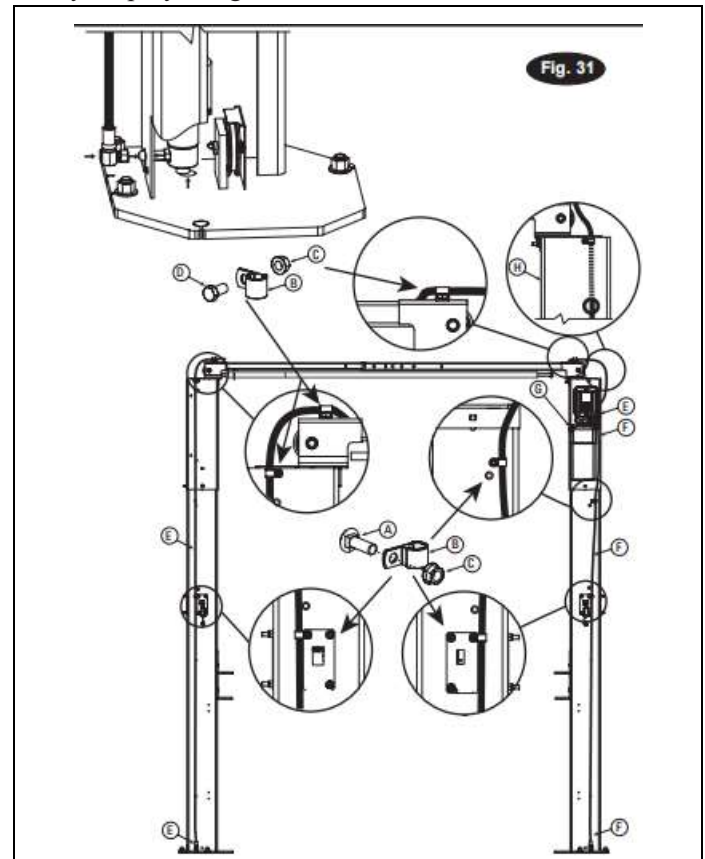

Bild 31 Detalj
### Montering av adapter och slang (se Bild 31)
4. Oljefyllning: Ta bort påfyllningslocket på kraftenheten, Bild 31. Fyll till MIN\_\_\_ på tanken med godkända hydraulolja (→ Kapitel 9.4, godkänd hydraulisk oils). Byt ut påfyllningslocket.